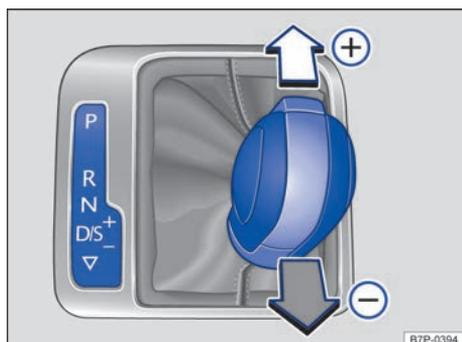

Fig. 135 Palanca selectora en la posición Tiptronic.
- Para cambiar a una marcha más larga o más corta, empuje levemente la palanca selectora hacia delante (+) o hacia atrás (-) → fig. 135.